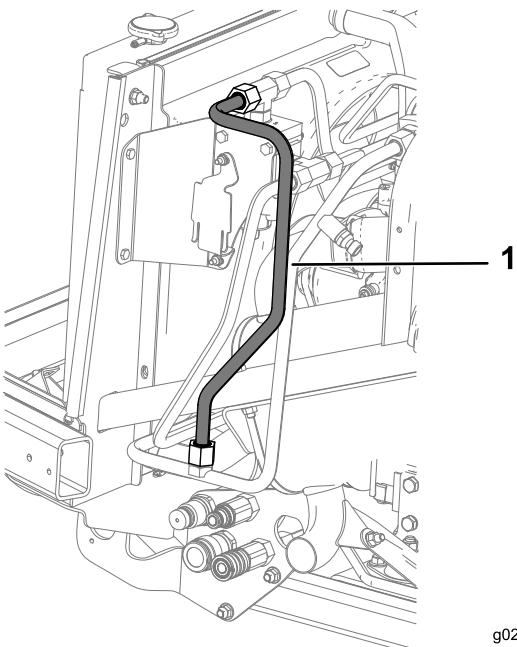

図 26
6. 図 26に示すように、油圧ホースEを、右側マニホールドアセンブリのT字アダプタフィッティング 5/8 インチ、オスに取り付ける。